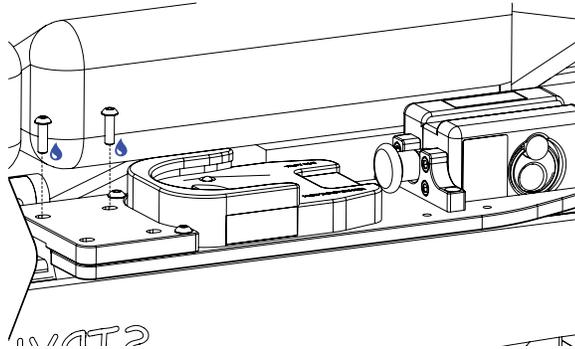

Figure 19: Plaque de support du IV Pro Adapter 2-SMDT installé
6. Installer la plaque de support du IV Pro Adapter 2-SMDT à l'aide de deux (2) vis à tête bombée M6 X 20 mm, de l'adhésif frein-filet et d'une clé Allen 4 mm (Figure 19).